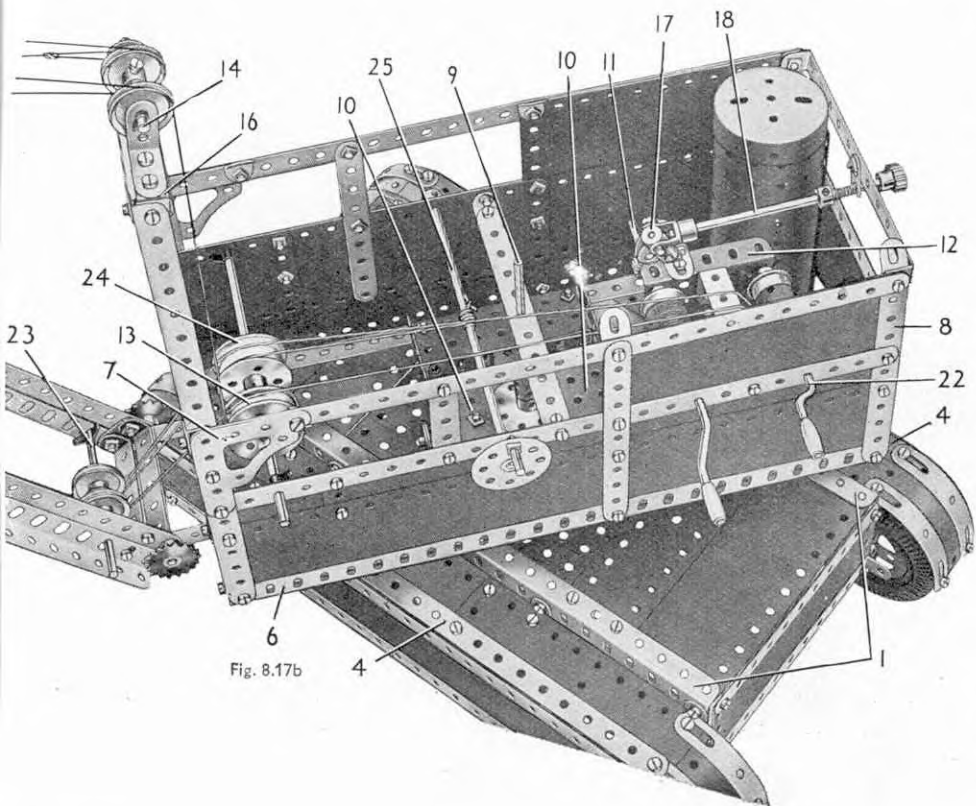

Fig. 8.17b
La cabine pivote sur une tringle de 20 cm. (9) (Fig. 8.17b), qui est fixée dans une poulie de 75 mm. boulonnée aux plaques à rebords 3. Cette tringle passe dans une seconde poulie de 75 mm. boulonnée aux deux plaques à rebords de 6×4 (10). Ces dernières sont fixées à deux plaques à rebords de 9×6 boulonnées aux cornières 6. Une roue barillet maintient le cabine en place.